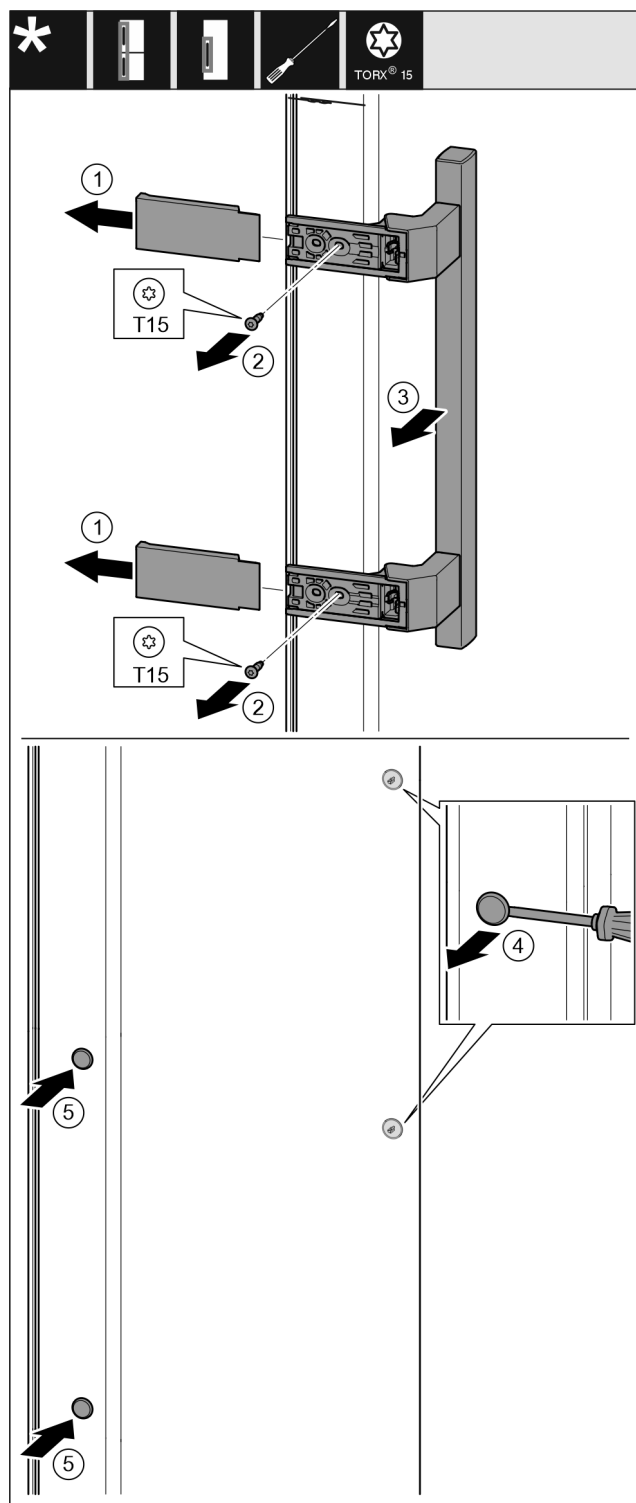

Fig. 14
- Свалете капака. Fig. 14 (1)
- Отвийте винтовете с отвертка Torx 15. Fig. 14 (2)
- Свалете дръжката. Fig. 14 (3)
- С плоска отвертка внимателно повдигнете страничната тапа и я извадете. Fig. 14 (4)
- Отново поставете тапата от другата страна. Fig. 14 (5)